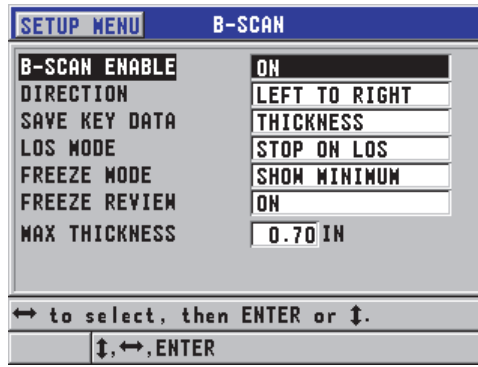

Figura 9-4 Alterar parâmetros de B-scan
O B-scan pode ser configurado ativamente a partir da tela **B-SCAN**, que é acessível pressionando **[SETUP]** (veja Figura 9-4 na página 168) e então selecione **B-SCAN** no menu.
1. Na tela **B-SCAN** (veja Figura 9-4 na página 168), defina **SAVE KEY DATA** para **THK + B-SCAN**.